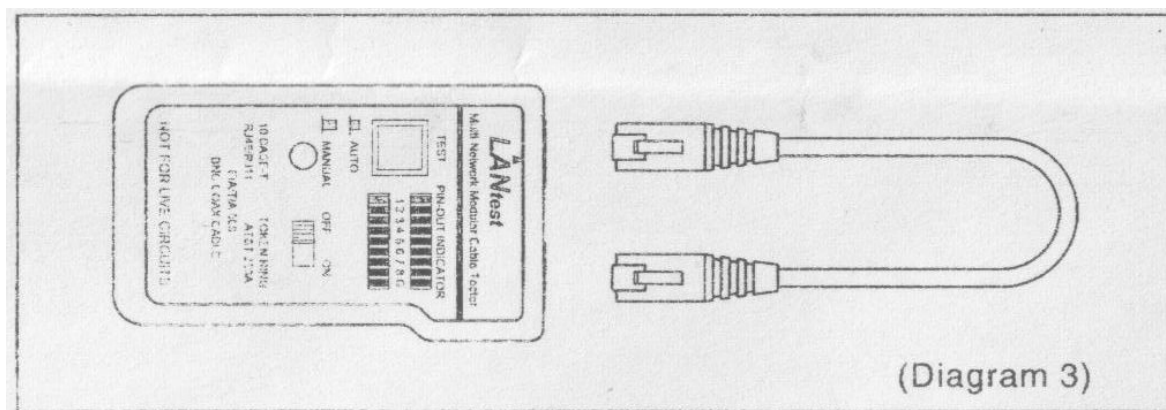

Рис.3
- Подключите один конец тестируемого кабеля в передающий порт RJ45 основного блока, помеченный знаком "Δ", а другой конец кабеля - в соседний порт RJ45 (см. рис.3).